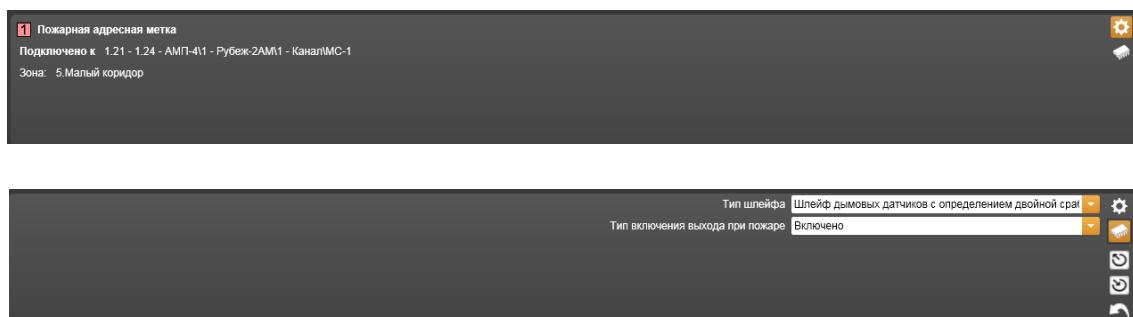

Рисунок 14.3.63 – Свойства Пожарной адресной метки в составе АМП-4
24) **Пожарная адресная метка** в составе АМП-4 (Рисунок 14.3.63).
- – **Параметры по умолчанию** – значок, при щелчке на котором происходит считывание параметров из памяти компьютера в таблицу параметров текущей закладки (Нижний рисунок 14.3.63).